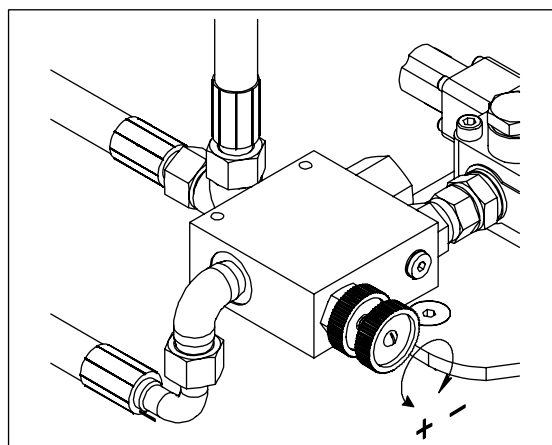

Рис. 8. Регулировка частоты вращения барабана питателя
- При помощи клапана регулирования расхода отрегулировать частоту вращения барабана питателя в соответствии со скоростью резания лезвий. При вращении ручки против часовой стрелки частота вращения барабана питателя увеличивается и, соответственно, при вращении ручки по часовой стрелке частота вращения снижается. См. рис.8.